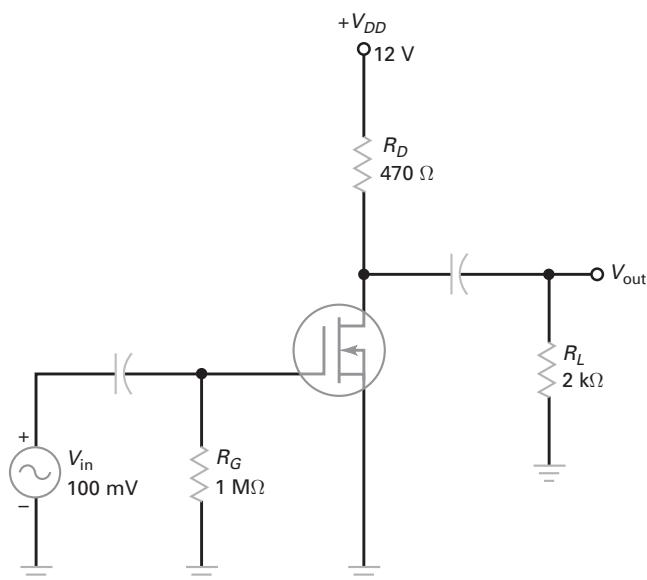

Figura 12-49
- 12-4** O MOSFET-D na Figura 12-49 tem $V_{GS(\text{desl})} = -3$ V e $I_{DSS} = 12$ mA. Determine a corrente no dreno do circuito e os valores de V_{DS} .
- 12-5** Na Figura 12-49, quais são os valores de r_d , A_v e $v_{(\text{out})}$ usando uma g_m de $4.000 \mu\text{S}$?
- 12-6** Usando a Figura 12-49, calcule r_d , A_v e $v_{(\text{out})}$ se $R_D = 680 \Omega$ e $R_L = 10 \text{ k}\Omega$.
- 12-7** Qual é a impedância de entrada aproximada na Figura 12-49?